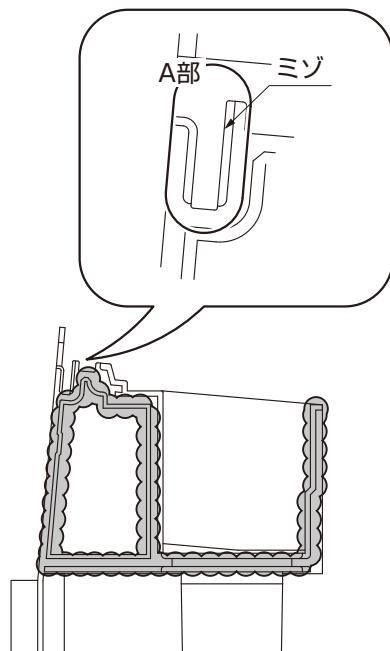

図1-11 ミズ部シーリング詳細
- A部のミズは、シーリングで埋めないようにしてください。(図1-11参照)